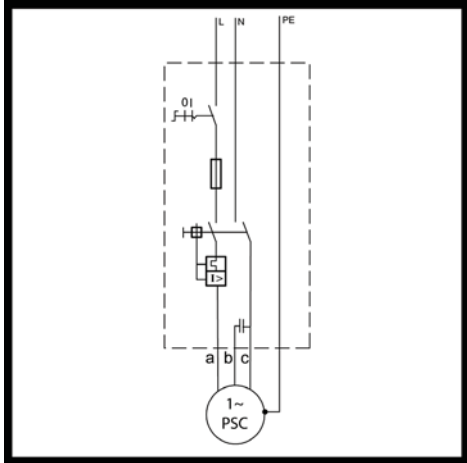

Fig.: 16
- 4 Super Stainless PSC (Fig.: 16)